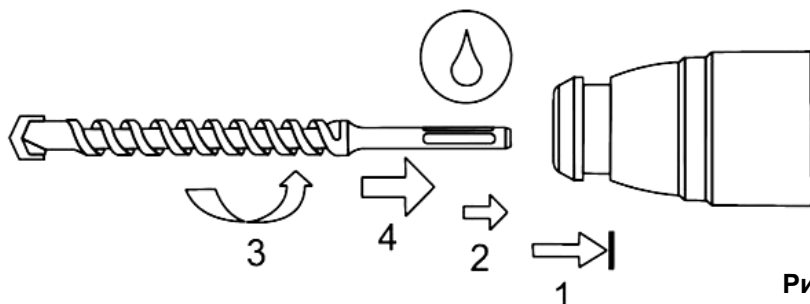

Рис. 3
Смена насадок (См. Рис.3)
- Нажмите на подвижную крышку патрона перфоратора, отведите ее назад (См. Рис.3).